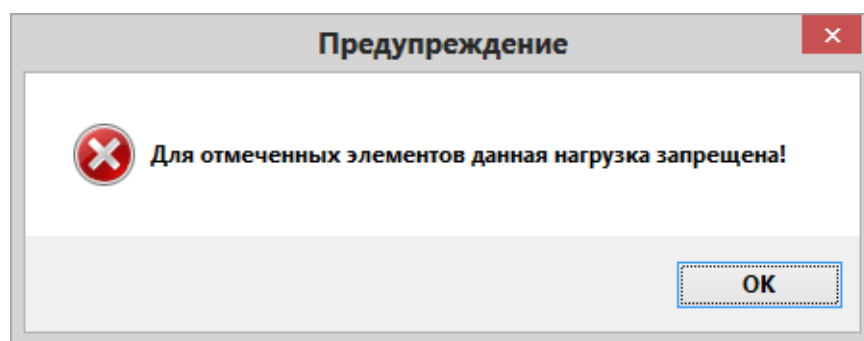

Рис.4.23. Диалоговое окно **Предупреждение**
- На экране появляется диалоговое окно **Предупреждение** (рис.4.23) в котором щелкните по кнопке **ОК**.